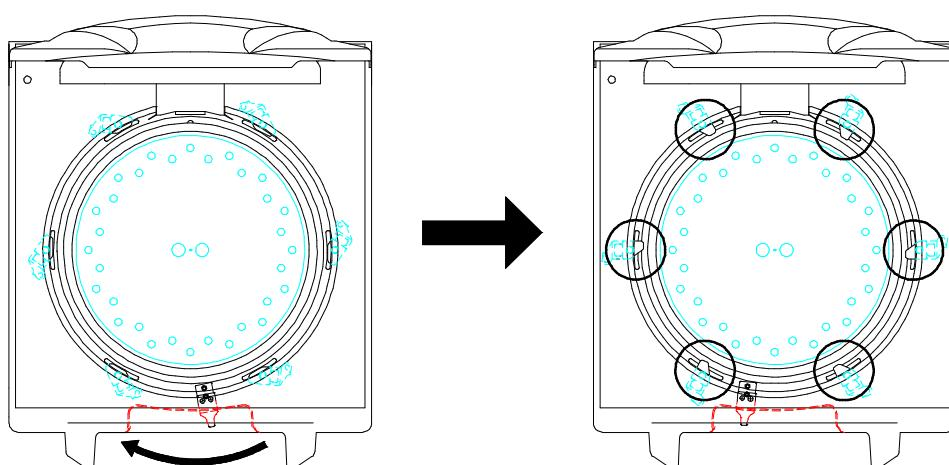

図1 CLG-40MDVP/40LDVP クランプ 6個
③ クランプの動作確認
2. 「OPEN」方向にフタロックレバーをゆっくりスライドさせたとき、全てのクランプが図1・2のようにロック位置に回転することを確認してください。クランプがロック位置にあれば、シリコン皿の穴からクランプが見えます。